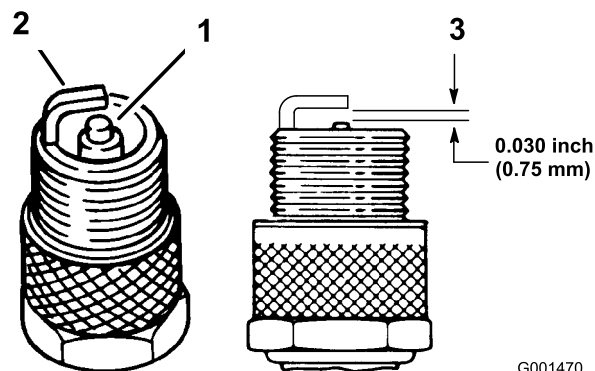

Bild 25
- Sehen Sie sich die Mitte der Zündkerzen an (Bild 25). Wenn der Kerzenstein hellbraun oder grau ist, ist der Motor richtig eingestellt. Eine schwarze Schicht am Kerzenstein weist normalerweise auf einen schmutzigen Luftfilter hin.
- Prüfen Sie den Abstand zwischen den mittleren und seitlichen Elektroden (Bild 25). Verbiegen Sie die seitliche Elektrode (Bild 25), wenn der Abstand nicht stimmt.
3. Schließen Sie den Zündkerzenstecker an die Zündkerzen an (Bild 25).